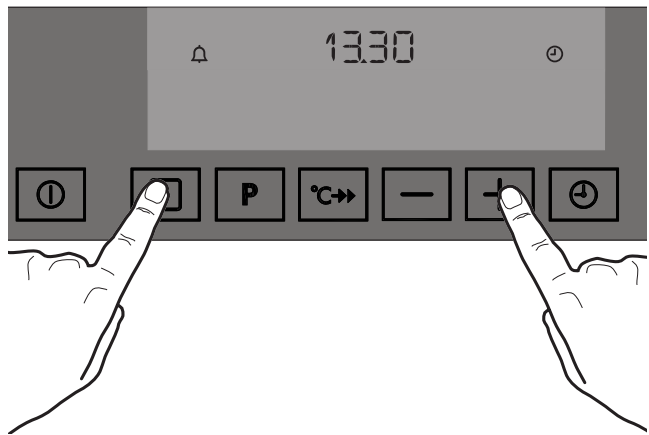

Рис. 25
1. Одновременно нажмите клавиши  и  и держите их нажатыми в течение примерно 3 секунд. Электронный контроллер подаст разовый звуковой сигнал. (Рис. 25).